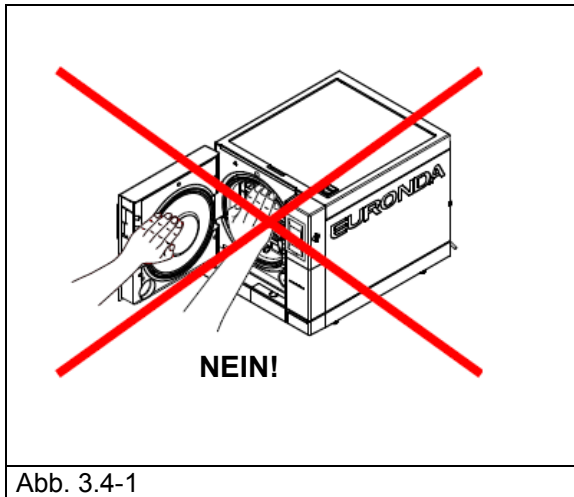

Abb. 3.4-1
Das Handbuch ist in Kapitel und Unterkapitel aufgeteilt. Die Abbildungen sind gemäß dem Kapitel nummeriert, auf das sie Bezug nehmen, mit dem Zusatz einer fortlaufenden Nummer. z. B. Abb. 3.4-1 (Abbildung Nr. 1 bezogen auf das Kapitel 3.4).
1. Wenn das Gerät den Sterilisationszyklus beendet hat und die Tür zur Entnahme der sterilisierten Instrumente geöffnet wird, sind der Innenbereich des Druckbehälters und die Innenseite der Tür noch sehr heiß. Zum Vermeiden von Verbrühungen dürfen diese Teile nicht direkt berührt werden (Abb. 3.4-1). Das Entnahmewerkzeug verwenden (Kap. 3.3 „Sicherheitseinrichtungen“).